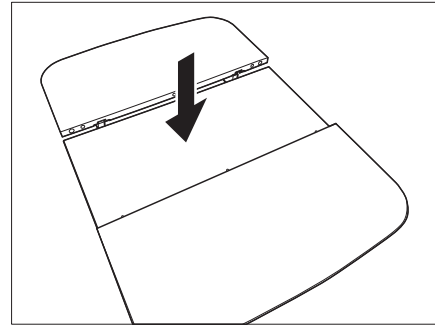

Bild 111 Mittelteil absenken
- Das Mittelteil des Tisches kräftig nach unten drücken (Bild 111).
- Das Mittelteil des Tisches kräftig nach unten drücken. Das Mittelteil rastet in der unteren Stellung ein (Bild 111).